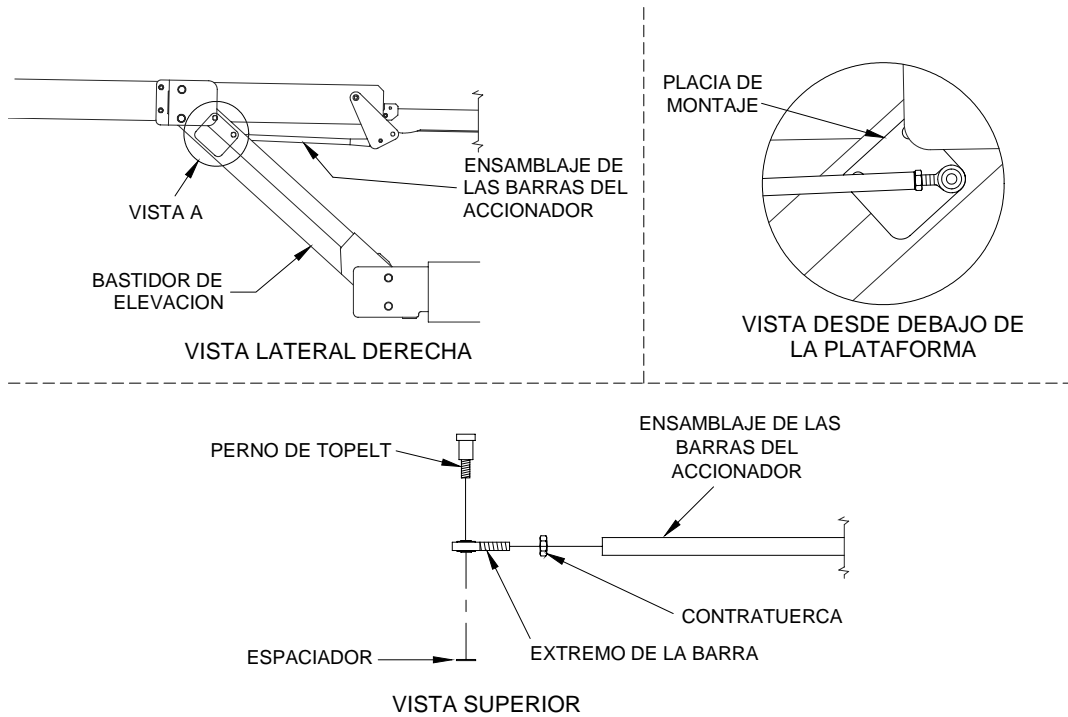

FIGURA 2-2: ENSAMBLAJE DE LAS BARRAS DEL ACCIONADOR DE LA PLACA DE SUJECIÓN
- d. Consulte la **Figura 2-2**. Localice la parte del extremo de la barra del ensamblaje del accionador en el lado derecho de la plataforma (entre la unión del bastidor de elevación y la plataforma). Afloje la contratuerca del extremo de la barra.